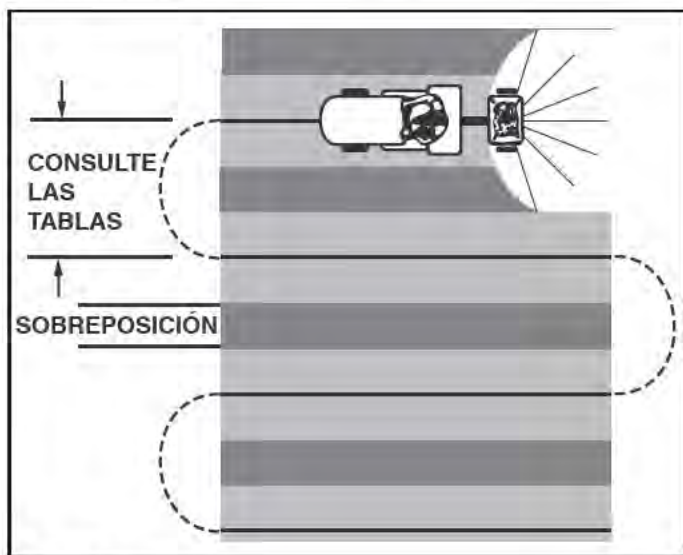

FIGURA 8
8. Para asegurar una cobertura uniforme, haga cada pase de manera que el patrón de voleo se sobreponga livianamente al patrón del pase previo como se muestra en la figura 8. El ancho de voleo aproximado para diferentes materiales se muestra en la tabla de aplicación de esta página.